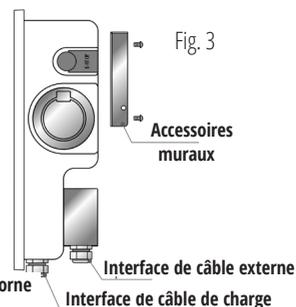

Fig. 3
ÉTAPE 2. INSTALLER LES FIXATIONS SUR LE CORPS DE LA BORNE DE RECHARGE. Comme le montre la fig. 3, fixez le support au boîtier de la borne de recharge avec 4 vis (M5×8).